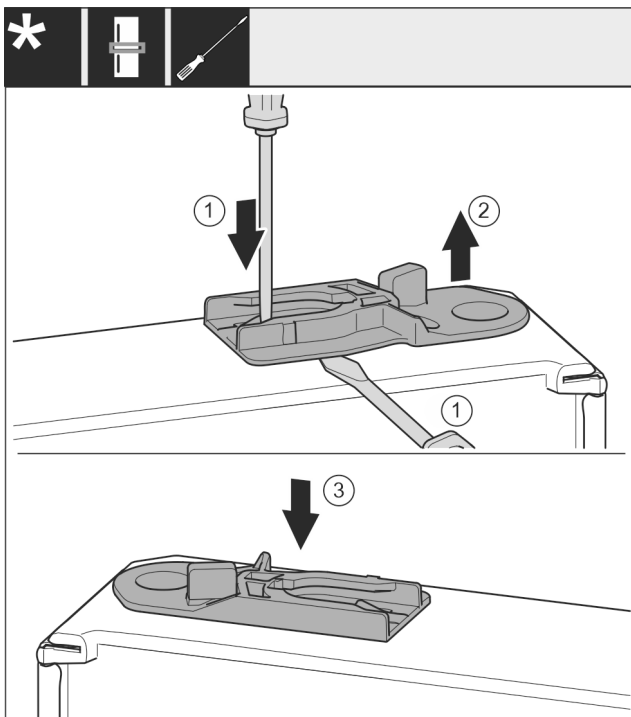

Fig. 34
- ▶ Führungsbuchse herausziehen: Lasche *Fig. 34 (1)* mit Schlitzschraubendreher drücken und gleichzeitig mit Schlitzschraubendreher unter Führungsbuchse *Fig. 34 (2)* fahren.
- ▶ Im Lieferumfang beiliegende Führungsbuchse *Fig. 34 (3)* auf anderer Gehäuseseite einschieben.